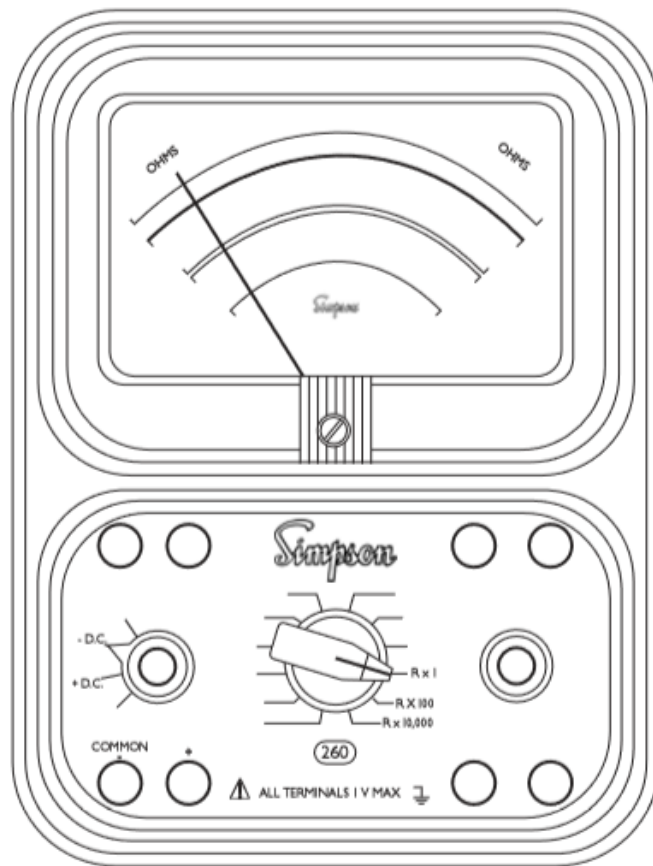

Figura 4-12. Posición de contactos e interruptores para medir resistencia.
- b. Coloque el interruptor de rango en una de las posiciones de rango de resistencia de la siguiente manera (figura 4-12):